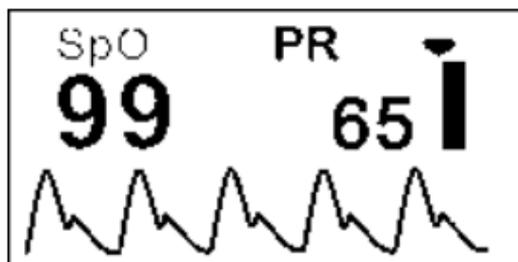

Figura 5
5. Quando il display visualizza la forma d'onda come in figura 5 premere il tasto per passare tra le varie funzioni: